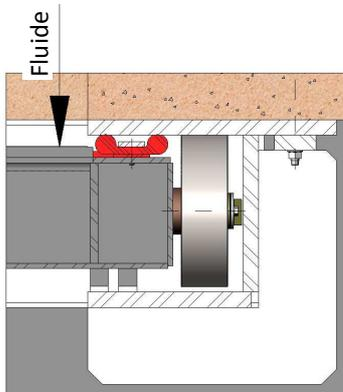
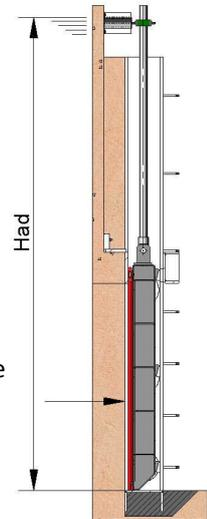

fig. 7
fig. 8
- **UNIDIRECTIONNELLE DÉFAVORABLE** : fig. 7 et fig. 8